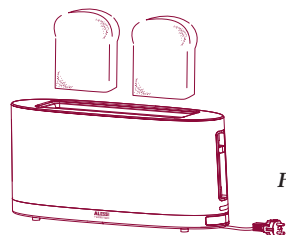

Fig. 3
- 1 Breng één of twee sneden brood in (fig. 3).